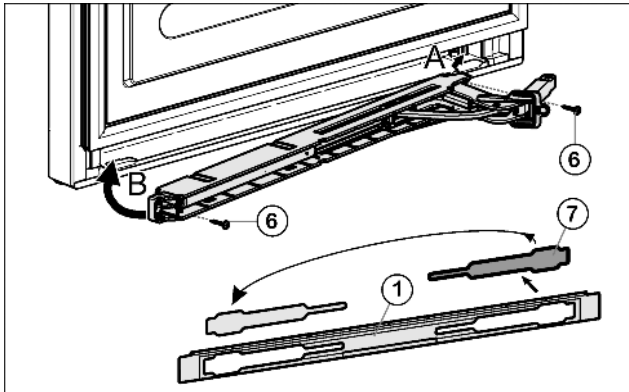

Fig. 10
- ▶ Освободите крышку Fig. 10 (7) из накладки Fig. 10 (1) и снова установите её на другой стороне.
- ▶ Зацепите (A) и поверните (B) узел амортизатора закрытия дверцы шарниром в сторону шарнира.
- ▶ Прикрутите (2 шт. Torx® 15) Fig. 10 (6) узел амортизатора закрытия дверцы.